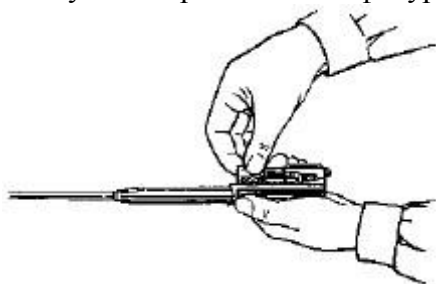

Рис. 16.
7) *Отделить затвор от затворной рамы.* Взять затворную раму в левую руку затвором кверху (рис. 16), правой рукой отвести затвор назад, повернуть его так, чтобы ведущий выступ затвора вышел из фигурного выреза затворной рамы, и вывести затвор вперед.